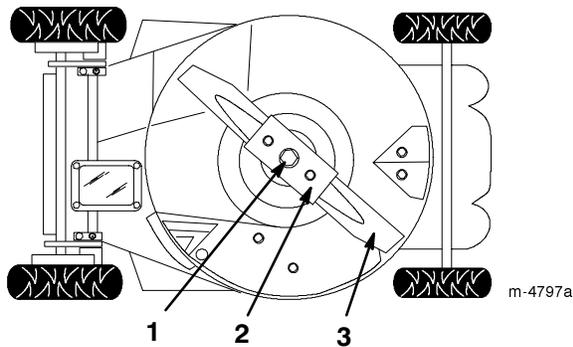

Bild 23
3. Kippen Sie den Rasenmäher auf seine **linke** Seite (Luftfilter hoch) (Bild 23).
2. Entfernen Sie die Messerschraube, Sicherungsscheibe, das Messer und die Messerverstärkung (Bild 23).